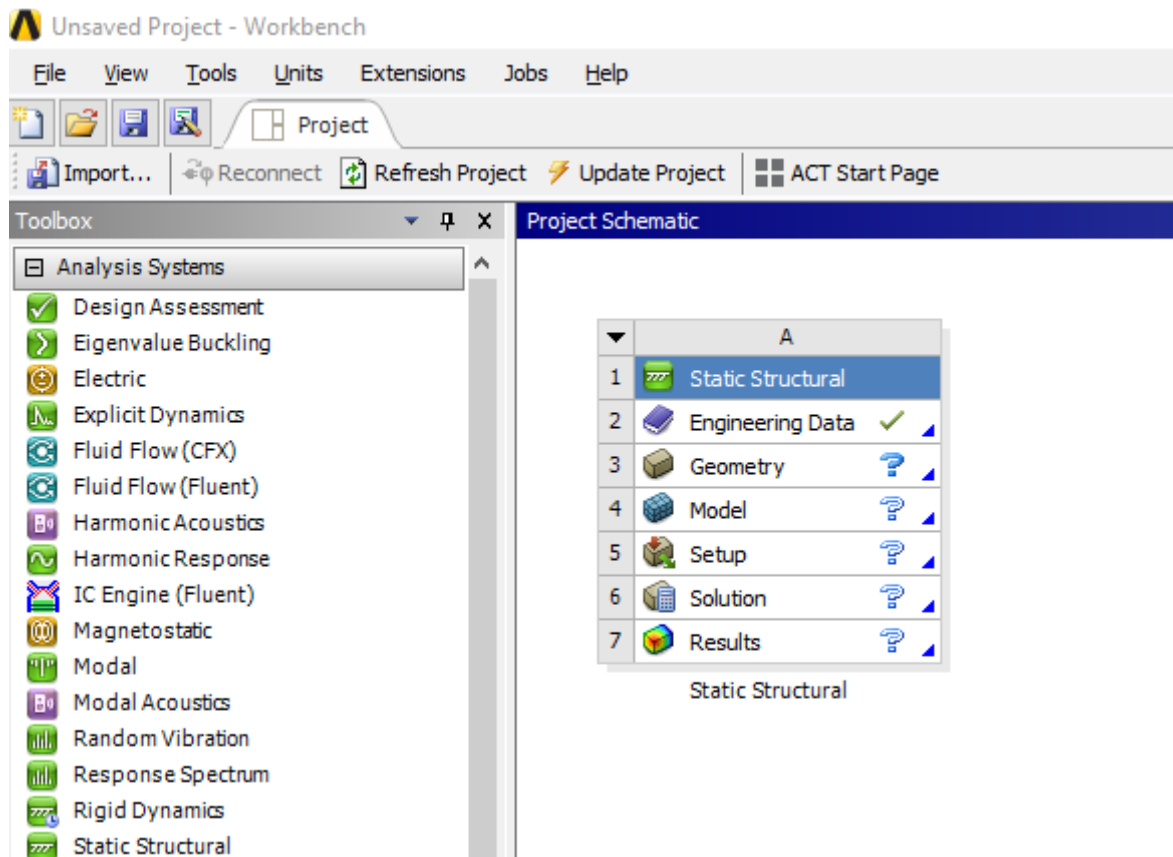
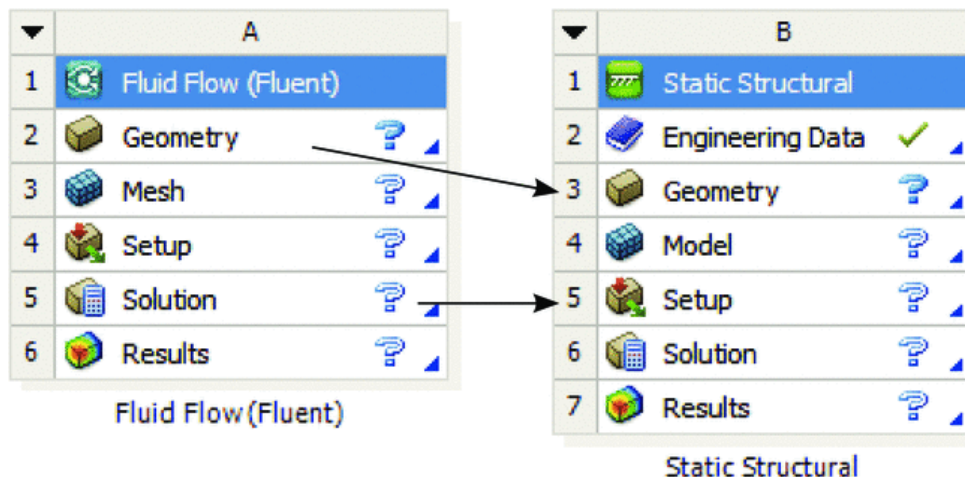

Рис. 1.2 – Шаблон **Static structural** механічного аналізу
Рис. 1.3 – Обмін даними між шаблонами
- Розділ **Analysis Systems** містить готові шаблони для різних типів чисельного аналізу. Зазвичай, кожен шаблон містить ядро у вигляді певного вирішувача, а також допоміжні модулі для підготовки геометричної моделі, скінченно-елементної моделі, визначення властивостей матеріалів конструкції та постпроцесорної обробки результатів обчислень. Наприклад, на рис. 1.2 зображено шаблон **Static structural** для статичного аналізу конструкцій. Одночасно в одному проекті може знаходитись декілька шаблонів між якими можна організувати передачу даних (рис. 1.3).